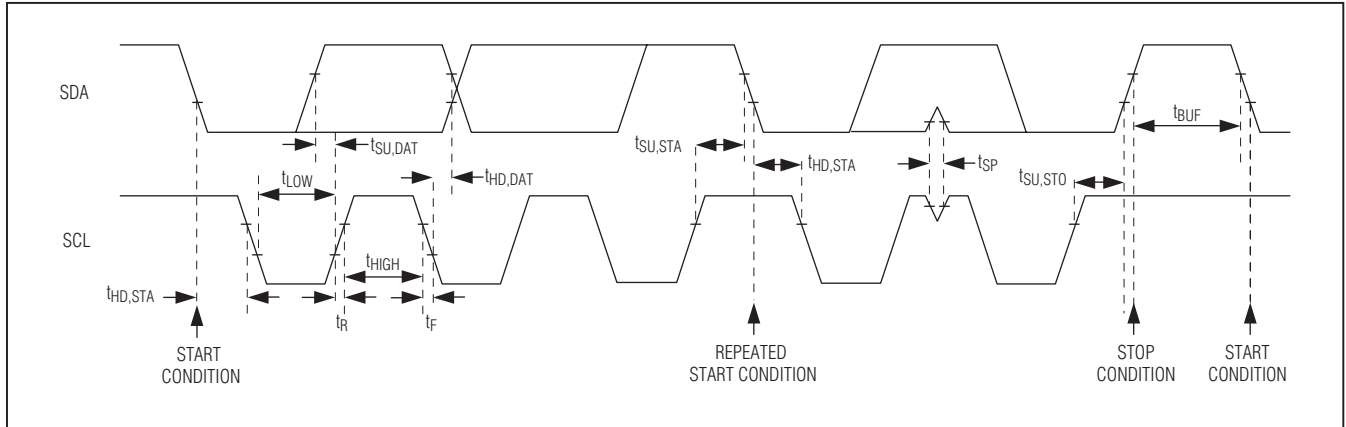

图7. I²C接口时序图
IC采用I²C/SMBus™兼容的2线串行接口，包括一根串行数据线(SDA)和一根串行时钟线(SCL)。SDA和SCL方便器件和主控制器之间的通信，时钟速率高达1MHz。图7所示为2线接口的时序图。主控制器在总线上产生SCL并发起数据传输。主控制器发送相应的从地址、随后发送寄存器地址和数据字节，以向器件写入数据。每次传输都以START (S)或REPEATED START (Sr)条件和STOP (P)条件构成帧。发送至MAX9679的每个字长为8位，随后是应答时钟脉冲。主控制器从器件读取数据时，发送相应的从地址，随后为9个SCL脉冲。器件通过SDA发送数据，与主控制器产生的SCL脉冲同步。主控制器在接收到每个字节数据后对其进行应答。每次读操作由START或REPEATED START条件、非应答和STOP条件构成帧。SDA既是输入又是开漏输出。SDA总线需要上拉电阻，通常大于500Ω；SCL仅作为输入工作。如果总线上有多个主控制器，或者单控制器系统具有开漏SCL输出，SCL需要一个上拉电阻，通常大于500Ω。SDA和SCL线上的串联电阻是可选的。串联电阻保护器件的数字输入免受总线上高压毛刺的损坏，并最大程度降低总线信号的串扰和下冲。